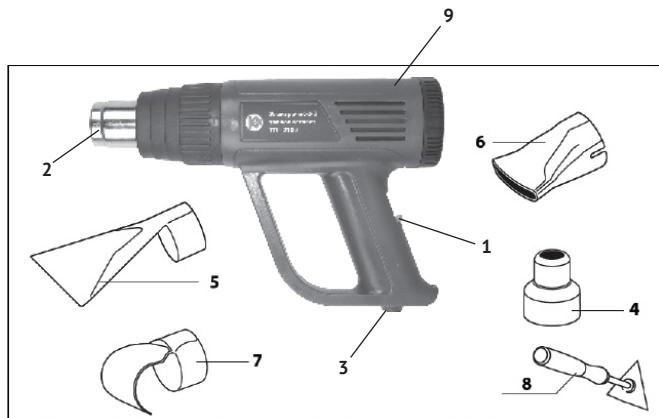

рис. 1
1.6 Общий вид теплопистолета представлен на рис.1
1.7 Коллекторный двигатель постоянного тока и спираль нагрева теплопистолета расположены в пластиковом корпусе (рис.1 поз.9). Корпус, состоящий из двух половин (правой и левой), выполнен заодно с рукояткой. Крутящий момент с якоря электродвигателя, передаётся на крыльчатку, которая обеспечивает движение воздушного потока от вентиляционных отверстий в задней части корпуса к выходному патрубку (рис.1 поз.2). Намотанная на теплоизоляционный каркас спираль, нагревает проходящий воздух до установленной температуры.
1.8 Клавиша переключателя (рис.1 поз.1) расположена на задней части рукоятки. Она имеет 4-и фиксированных положения: «0» - выключено, «1» - первый режим, «2» - второй режим и «3» - третий режим.
- для снятия размягчённых слоёв, используйте треугольный скребок, закрепив его между двумя гайками на рукоятке (рис.1 поз.8);
- при работе используйте насадку с отражателем (рис.1 поз.5), для защиты стекла от горячего воздушного потока;
- для разогрева используйте плоскую насадку (рис.1 поз.6);
- используйте насадку для труб (рис.1 поз.7) или сужающуюся (рис.1 поз.4);
- используйте насадку для труб (рис.1 поз.7);